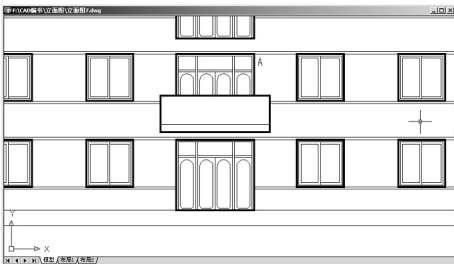

图 4.44 绘制阳台栏板下部分隔线
(5) 打开【正交】、【对象捕捉】、【对象追踪】功能。
(6) 单击【绘图】工具栏上的【直线】图标, 启动【直线】命令。
① 在**指定第一点**: 提示下，将光标放到阳台的左下角点，当出现端点捕捉后不单击，然后将光标轻轻地向上拖动，会出现一条虚线，此时输入“300”后按 Enter 键，指定直线的起点位于距离阳台左下角点垂直向上 300mm 处。
② 在**指定下一点或 [放弃 (U)]**: 提示下，将光标向右拖动，输入“4200”后按 Enter 键结束命令，指定直线的长度为 4200mm，结果如图 4.44 所示。